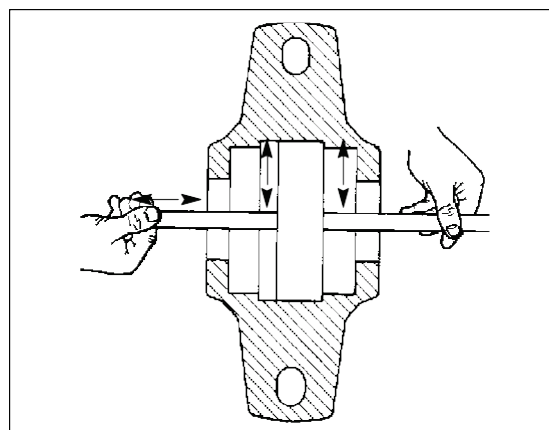

Fig. 8c. Medir a folga
2. Remova os parafusos de aperto M10 (7) e os revestimentos do rolamento superior (6).
5. Dobre a garra do anel de segurança (3) para fora do entalhe na porca do eixo e abra a porca do eixo.
6. Remova o anel espaçador (3) se o rolamento estiver do lado do alimentador.
7. Meça a folga radial no topo do rolamento entre os rolamentos e o anel exterior com um calibrador de alimentador. O intervalo deverá ser 0,02–0,03 mm (0,008-0,012"). Meça a folga empurrando o calibrador do alimentador entre os rolos (ponto A, Fig. 8b.) através do rolamento e depois mova o calibrador para a frente e para trás entre os rolos e o anel exterior - consultar a Fig. 8c. Não force o calibrador do alimentador através da folga.
8. Se a folga exceder os 0,03 mm, dobra a garra do anel de segurança (2) para fora do entalhe na porca do eixo (1).
12. Instale o revestimento de rolamento superior e aperte os parafusos (6) a 50 Nm (36 7/8 lbf).